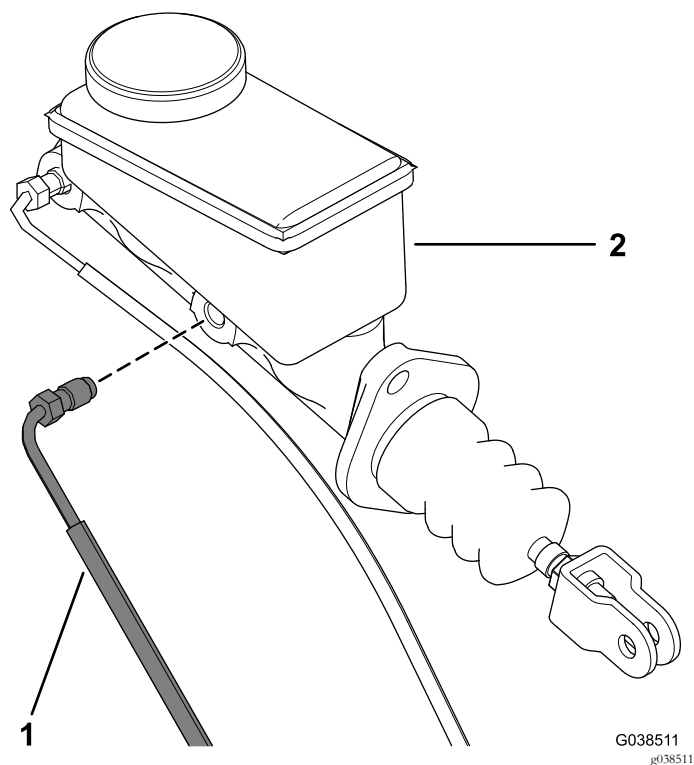

Рисунок 5
5. Снимите шланг переднего тормоза с главного цилиндра (Рисунок 5).
1. Установите шланг переднего тормоза на главный цилиндр (Рисунок 5).